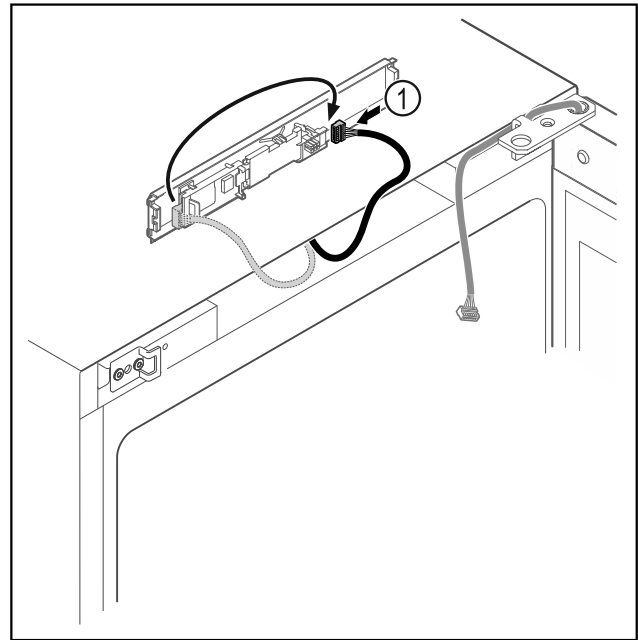

Fig. 17
- ▶ Dugja át a dugót Fig. 17 (1) a NYÁK-ba.